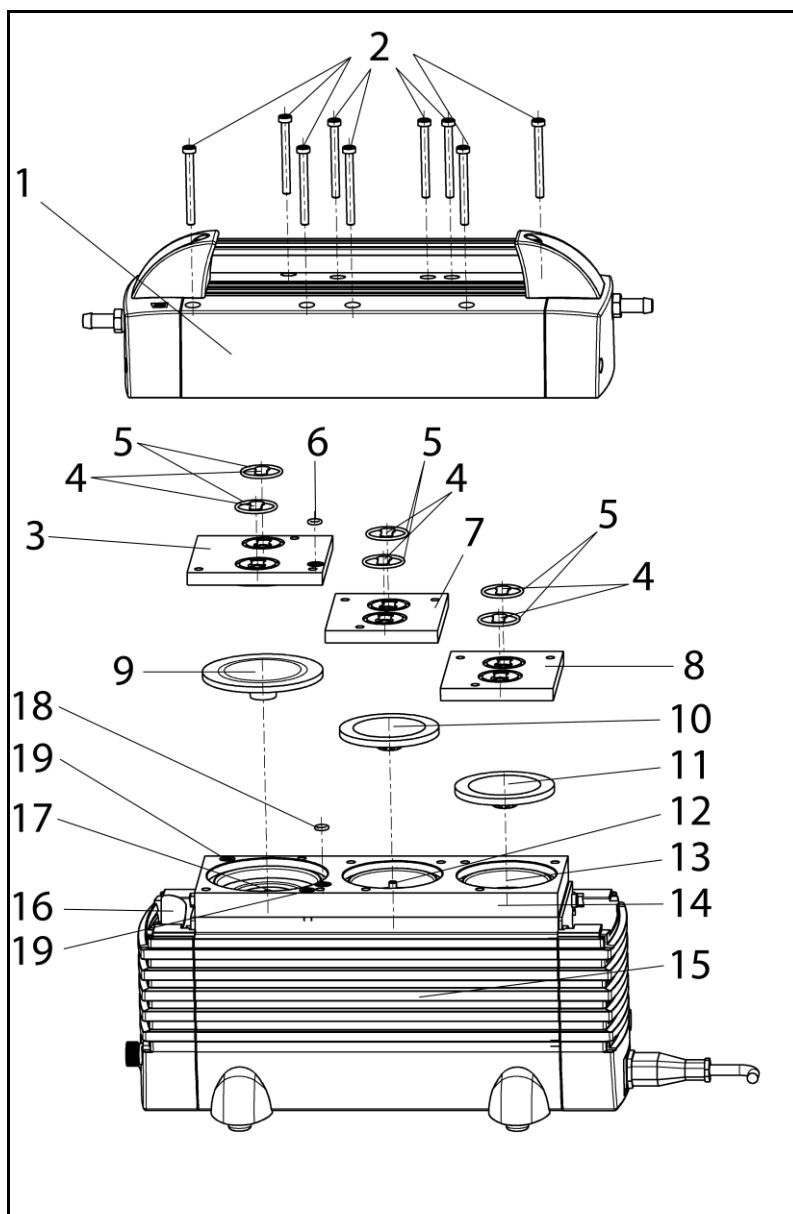

Abb. 6: Explosionszeichnung N 920 AP.18 / N 920 AP.29.18
1. Die neun Befestigungsschrauben (2) lösen und die Kopfabdeckung (1) vom Pumpengehäuse (15) abnehmen (siehe Abb. 6)
2. Zwischenplatte (3) und Membranaufnahme (14) durch einen durchgehenden Filzstrich markieren. Damit lässt sich ausschließen, dass die Teile beim Zusammenbau falsch montiert werden.
3. Zwischenplatte (7) und Membranaufnahme (14) durch zwei durchgehende Filzstiftstriche markieren.
4. Zwischenplatte (8) und Membranaufnahme (14) durch drei durchgehende Filzstiftstriche markieren.
5. Zwischenplatten (3), (7) und (8) von Membranaufnahme abnehmen.